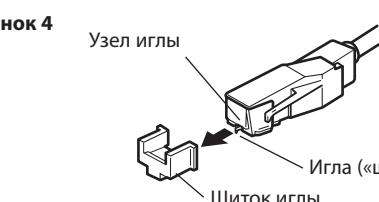

Рисунок 4
1. Снимите с узла иглы щиток для иглы (рис. 4).
- Снимите с узла иглы щиток для игры (рис. 4).